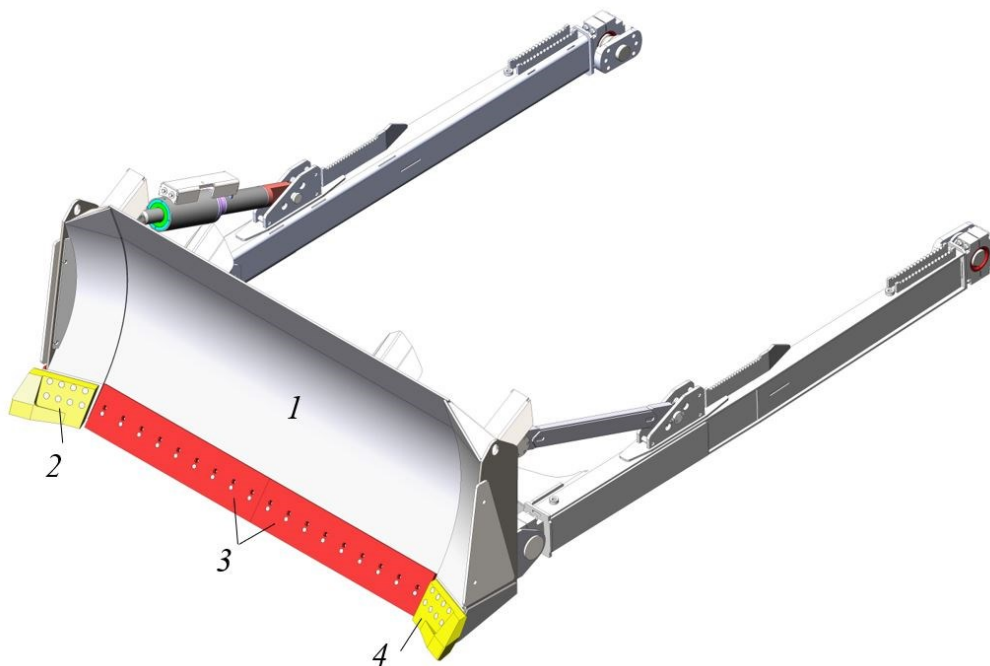

Рисунок 5.115. Бульдозерное оборудование
- ▶ Осмотрите ножи на предмет износа или повреждений, см. рис. 5.115.